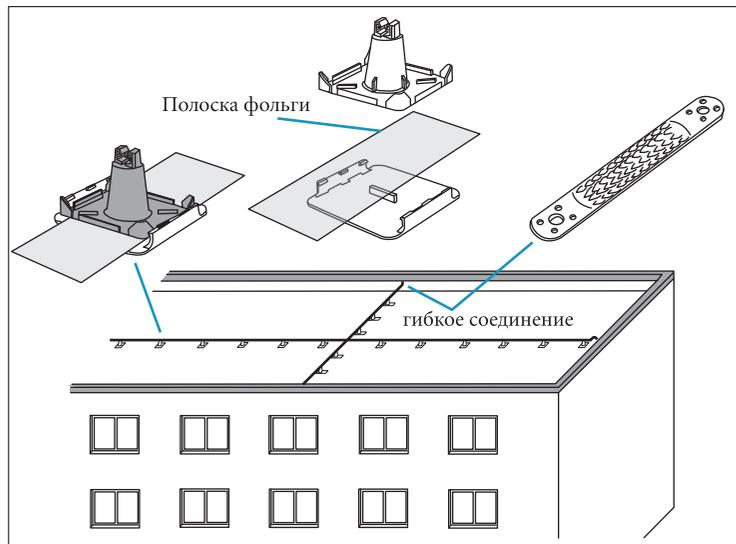

Рис. 4. Принцип крепления кронштейнов на мембранной кровле
- используя соответствующую данному материалу технику соединений (напр., сварка, склеивание), соединить кронштейны с поверхностью крыши (рис. 4).